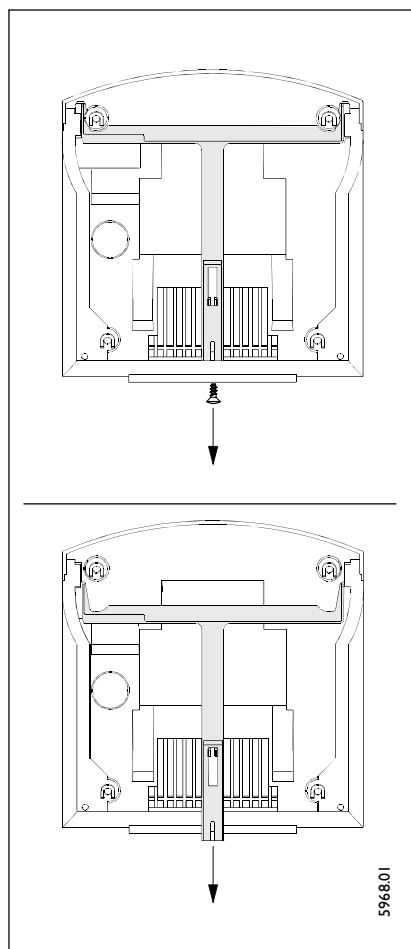

Рис.4
2. Отпустите оба крепёжных винта (поз. 4) на решётке выхода тёплого воздуха (поз. 3), а также винт на фиксаторе (рис. 4).
3. Опустите вниз фиксатор (рис.4).